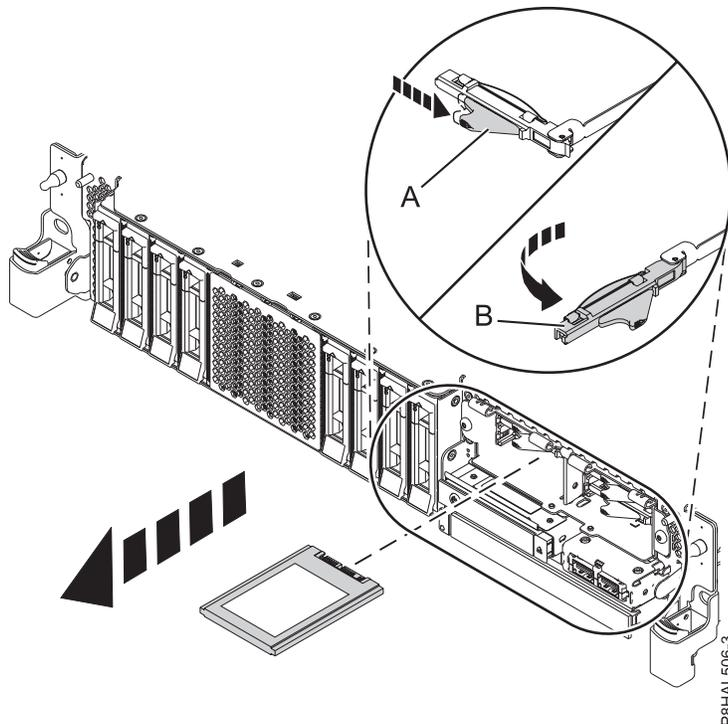

Abbildung 43. Solid-State-Laufwerk in einem System mit erweiterten Funktionen ausbauen
11. Entriegeln Sie den Griff des Laufwerks **(B)**, indem Sie die Verriegelung **(A)** in die gezeigte Richtung schieben und den Griff **(B)** des Laufwerks zu sich hin nach außen ziehen. Siehe Abb. 43 auf Seite 48. Wird der Griff nicht ganz nach außen gezogen, lässt sich das Solid-State-Laufwerk nicht aus dem System schieben.